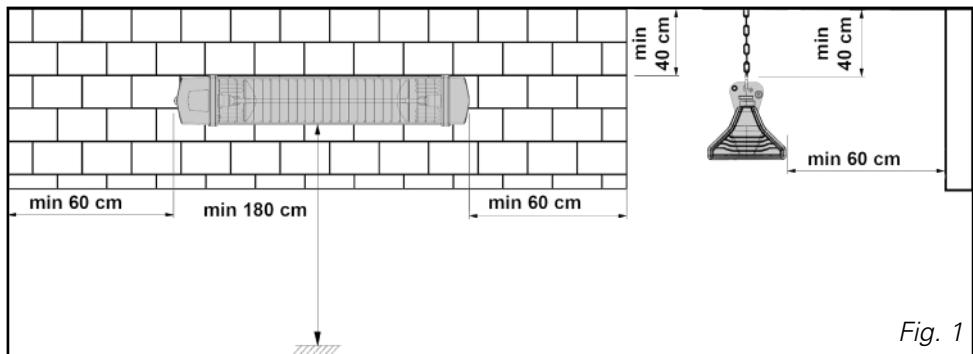

Fig. 1
- Należy zostawić dystans min. 400 mm pomiędzy najwyższą częścią grzejnika a sufitem i 600 mm pomiędzy grzejnikiem i ścianą (Rys.1).
- Grzejnik powinien być zamontowany na wysokości przynajmniej 1800 mm (Rys.1). Jeśli będzie zakładany w łazience, wysokość minimalna wynosi 2250 mm w 1 i 2 strefie, natomiast w 3 minimalna odległość od ziemi wynosi 1800 mm, w porozumieniu z przepisami poszczególnych krajów.